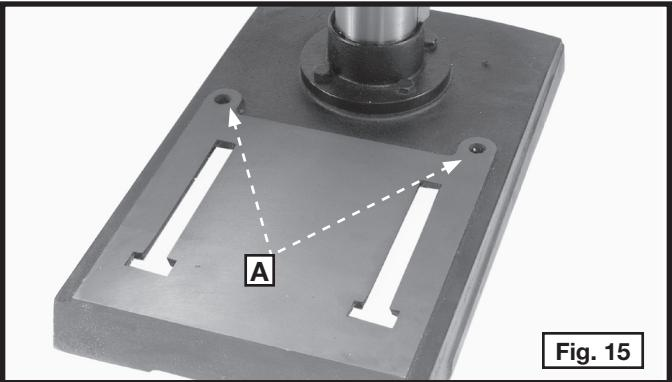

Fig. 15
Si l'appareil tend à basculer, glisser ou se déplacer sur la surface portante, fixer solidement la base de l'appareil à la surface portante en insérant une vis de carrosserie M8 x 1,25 x 125 mm, une rondelle plate de 8,5 mm, une rondelle de blocage de 8,5 mm et un écrou hexagonal M8 x 1,25 dans chacun des deux trous (A), fig. 15.